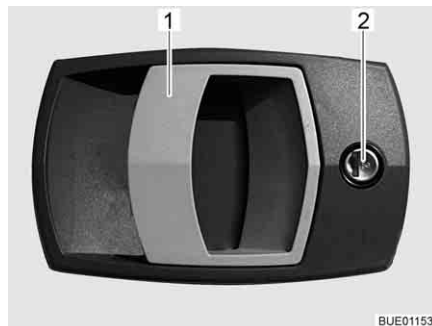

Bild 41 Türschloss Eingangstür, außen
Öffnen: ■ Schlüssel in Schließzylinder (Bild 41,2) stecken und drehen, bis das Türschloss entriegelt ist.
■ Am Türgriff (Bild 41,1) ziehen. Die Tür ist geöffnet.
Verriegeln: ■ Schlüssel in Schließzylinder (Bild 41,2) stecken und drehen, bis das Türschloss verriegelt ist.